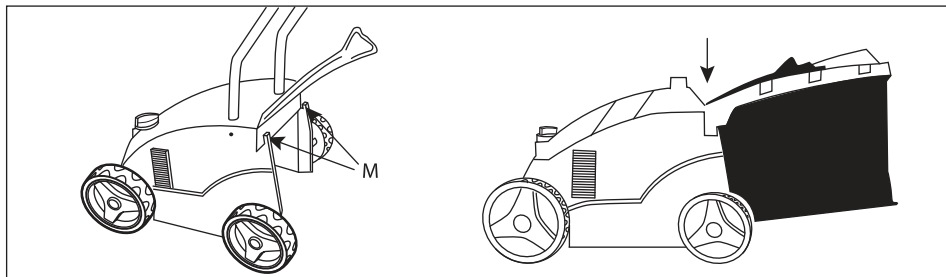

Рис. 3
- Чтобы присоединить травосборник, приподнимите крышку, а затем совместите крепежные отверстия травосборника с направляющими М и вставьте травосборник (рис. 3).